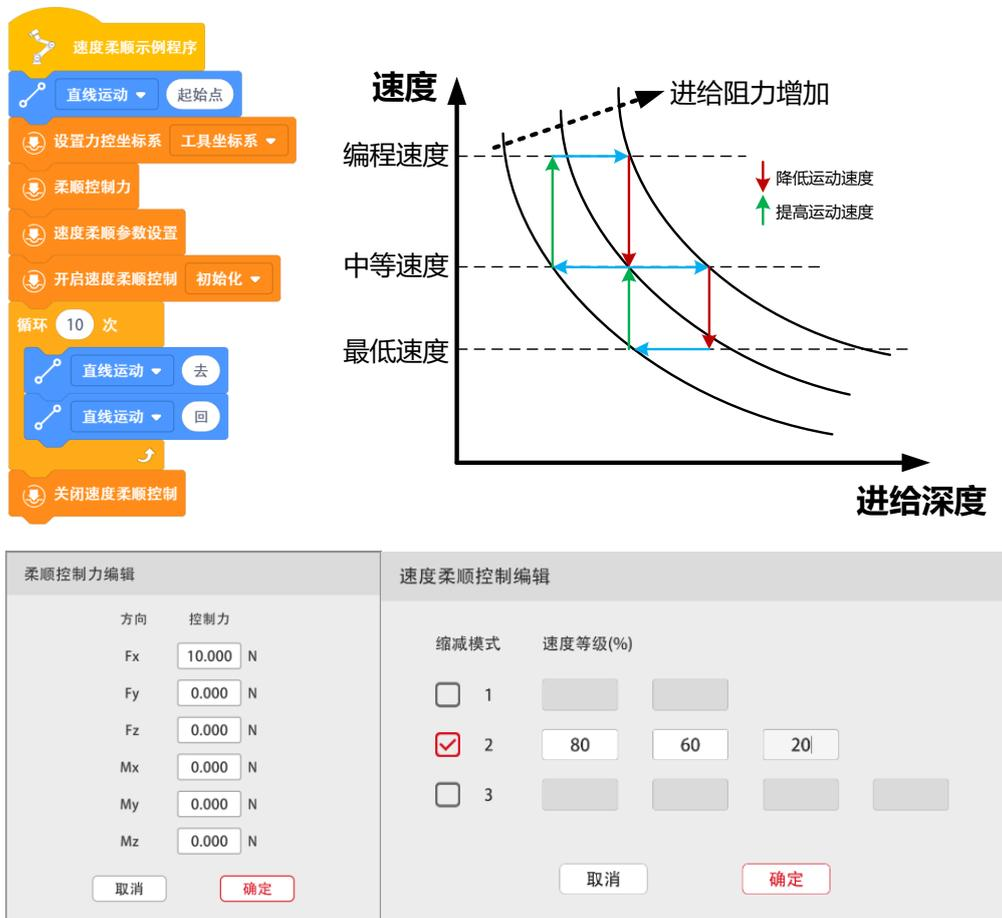

图 3-13 JAKA Zu Se 速度模式编程
- b. 如图 3-13 编写程序，速度模式所需的程序块包括【设置力控坐标系】、【速度柔顺参数设置】、【柔顺控制力】、【开启速度柔顺控制】和【关闭速度柔顺控制】，图 3-13 的示例程序场景为机器人在 x 方向上往复运动，同时控制接触力；